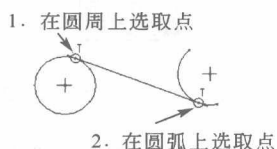

图 2-7 相切线的绘制
(2) **绘制相切线** 点击按钮 , 用鼠标左键分别在弧或圆上选取起点和终止点即可。如图 2-7 所示。